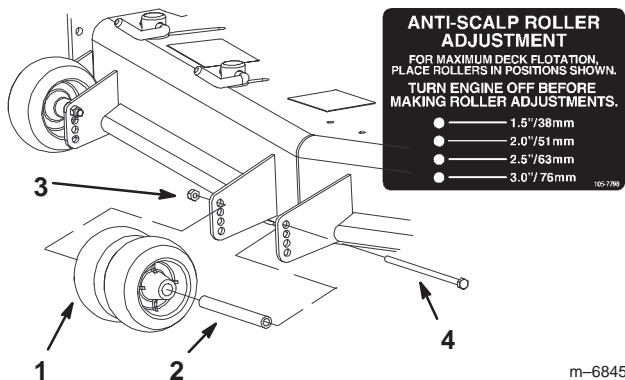

Figure 19
- Remarque :** Les deux galets centraux ne sont pas munis d'entretoise (Fig. 19).